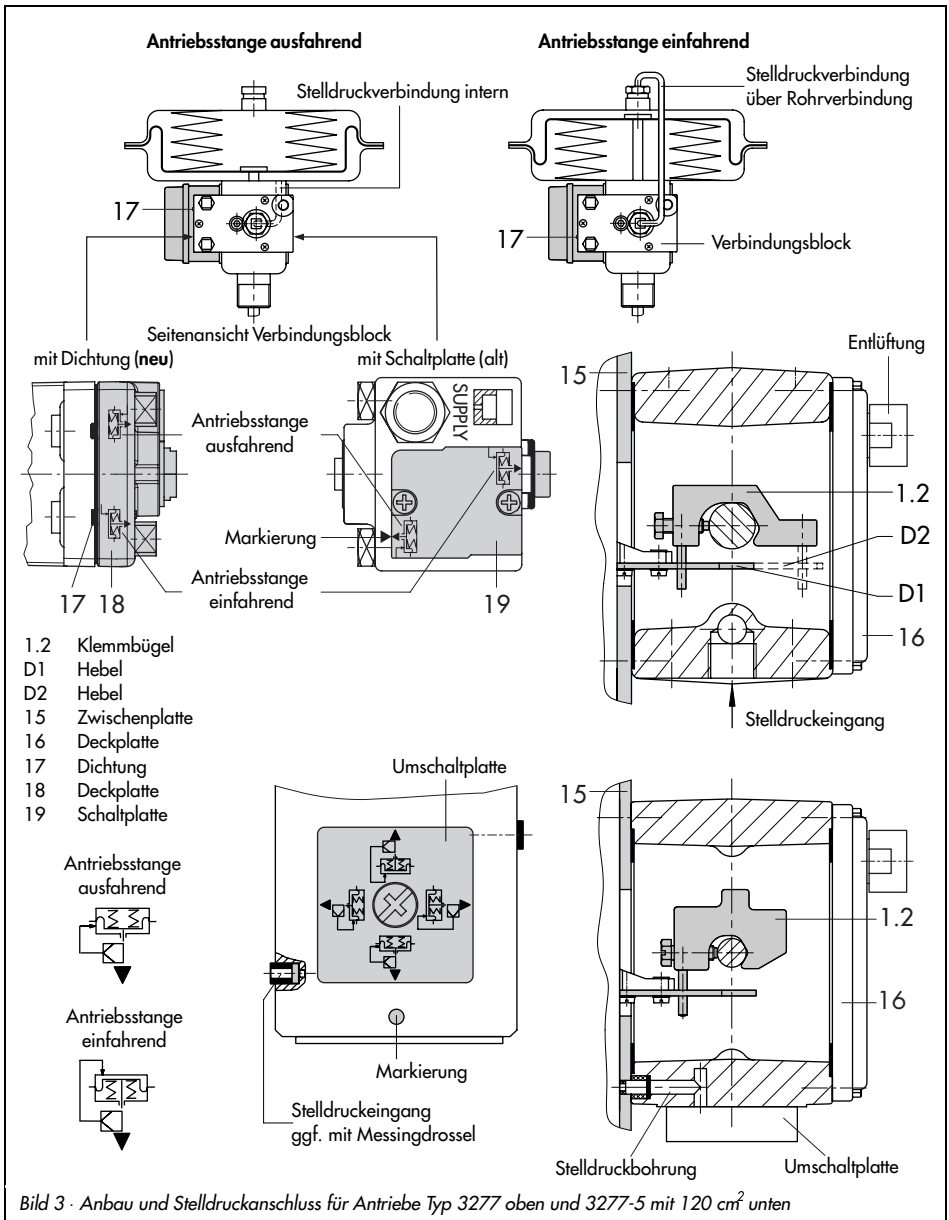

Bild 3 · Anbau und Stelldruckanschluss für Antriebe Typ 3277 oben und 3277-5 mit 120 cm2 unten
6. Kontrollieren, ob die Zunge der Dichtung (17) seitlich am Verbindungsblock (Bild 3, Mitte) so ausgerichtet ist, dass das Antriebssymbol für "Antriebsstange
Beim Antrieb Typ 3277-5 mit 120 cm2 wird der Stelldruck über die Umschaltplatte (Bild 3 unten) auf die Membrankammer geführt.